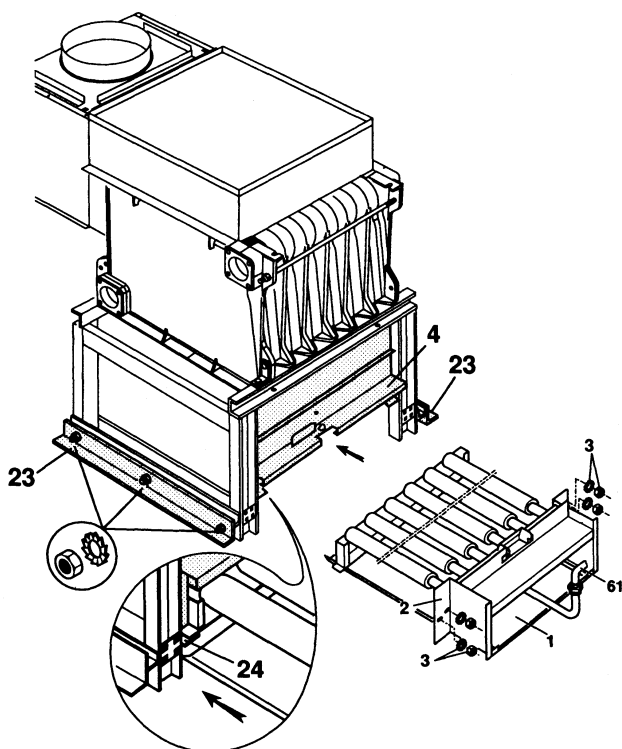
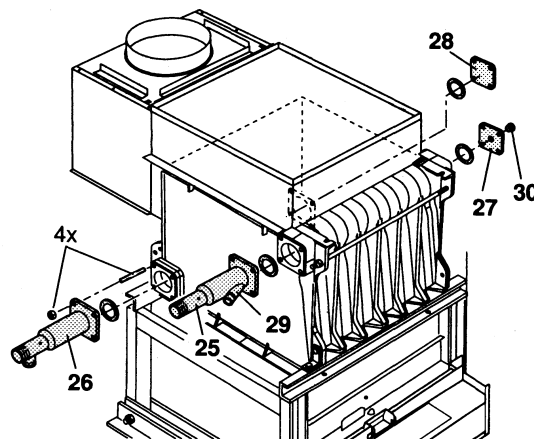

Рис. 17
Рис. 18
- Из узла горелки (2) извлечь жезь (1) для защиты пола топки котла.
- Освободив четыре гайки (M6, SW 10) с зубчатыми шайбами (3) из узла топки (4), извлечь узел горелки (2).
- После удаления шести болтов (SW 13) с зубчатыми шайбами (5) узел топки (4) извлечь из цоколя крепления блока котла (6).
**Указание:** Таким образом предотвращается повреждение при монтаже секций верхней уплотнительной прокладки узла горелки (4) и попадание герметика котла на трубки горелки.
**Рекомендация:** Рекомендуется незамедлительно или перед повторной сборкой по рис. 17 отключить газовую арматуру (61) с пусковой горелкой от узла горелки (2) (см. рис. 30). Этим облегчается последующий монтаж котла (рис. 18).